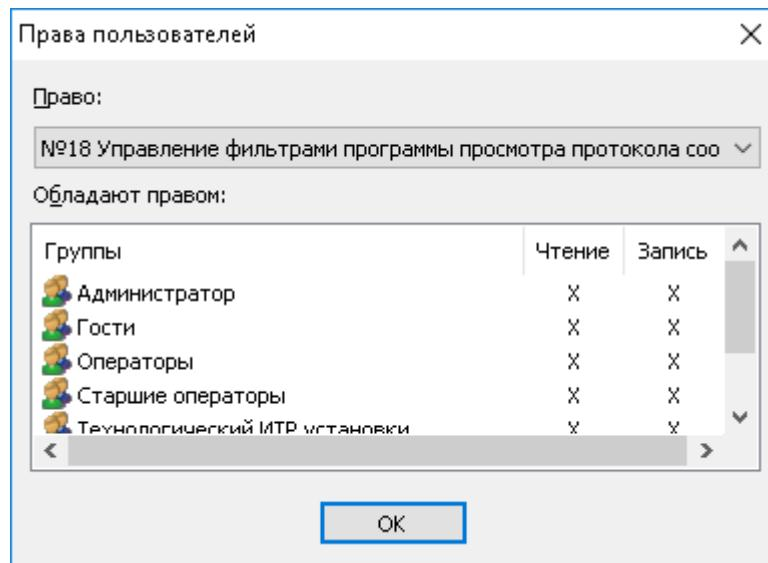

Рисунок 5.1.7 - Форма предоставления информации о правах групп Пользователей
- **Права Пользователей** – функция отображения групп Пользователей, имеющих определенные права доступа. При выборе данного пункта меню на экран выводится форма, состоящая из выпадающего списка функций доступа и списка групп Пользователей, которым назначена данная функция доступа (рисунок 5.1.7).